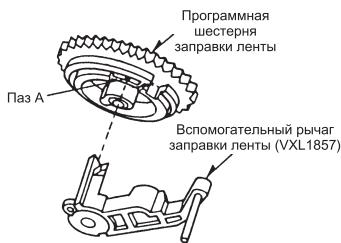
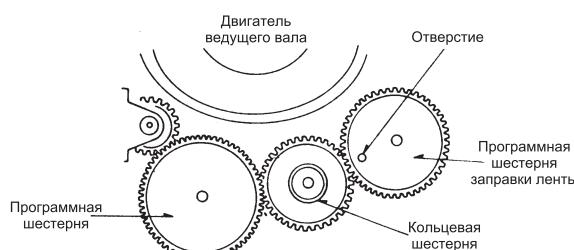
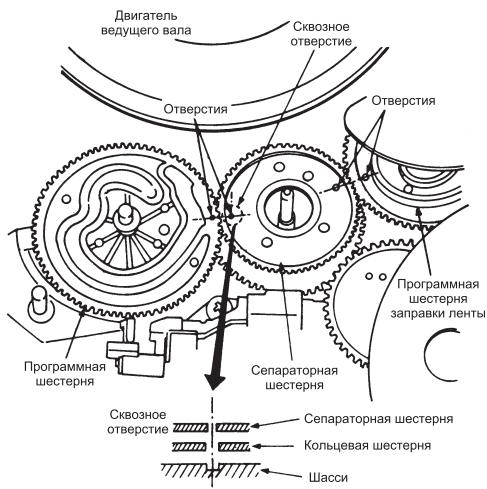

Рис. 6. Установка программной шестерни заправки ленты
Рис. 7. Фазировка шестерен
Рис. 8. Установка сепараторной шестерни
3. Устанавливают программную шестернию заправки ленты так, чтобы выступ вспомогательного рычага заправки ленты был совмещен с пазом [A] в ней, как показано на рис. 6. Поворачивают шестерню так, чтобы маленькое отверстие в ней находилось на одной линии с осью кольцевой шестерни, как показано на рис. 7. Затем устанавливают сепараторную шестерню с тремя планетарными шестернями над кольцевой шестерней так, чтобы отверстия на ней находились напротив отверстий в основной программной шестерне заправки ленты. В то же время, отверстие в сепараторной шестерне должно совпасть с отверстием в кольцевой шестерне, как показано на рис. 8.